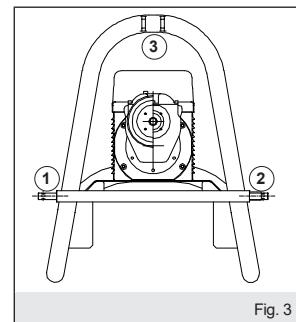

Fig. 3
- c) che i tre punti di ancoraggio (fig.3) previsti siano perfettamente fissati e bloccati con i pezzi in dotazione. L'errato ancoraggio provoca il ribaltamento della macchina con grave pericolo per l'operatore.
- c) the three links (fig.3) are perfectly fastened and locked with the accessories provided. If wrongly anchored the machine could tip over causing a severe hazard for the operator.
- c) les trois points d'ancrage (fig.3) prévus sont parfaitement fixés et bloqués avec les pièces fournies. Un ancrage incorrect provoque le basculement de la machine et constitue donc un grave danger pour l'opérateur et l'endommagement du produit.
- die drei vorgesehenen Verankerungspunkte (Abb.3) perfekt befestigt und mittels der